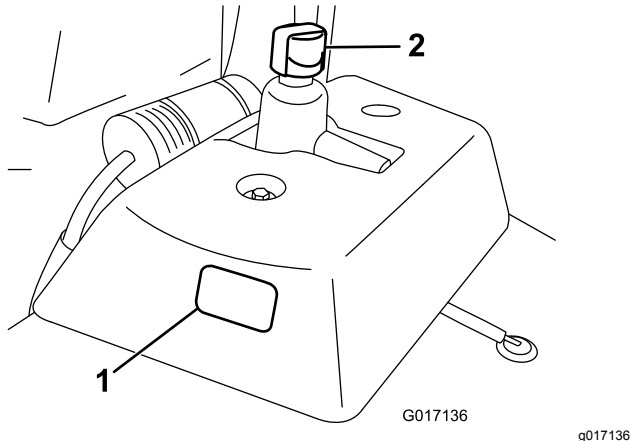

図 22
1. 平らな場所に駐車する。エンジンもオイルも冷えていることを確認する。補助オイルタンクの側面についている点検窓から内部をのぞいてオイル量を点検する  図 22。オイル量が点検窓の 2 本の線の間にあればよい。